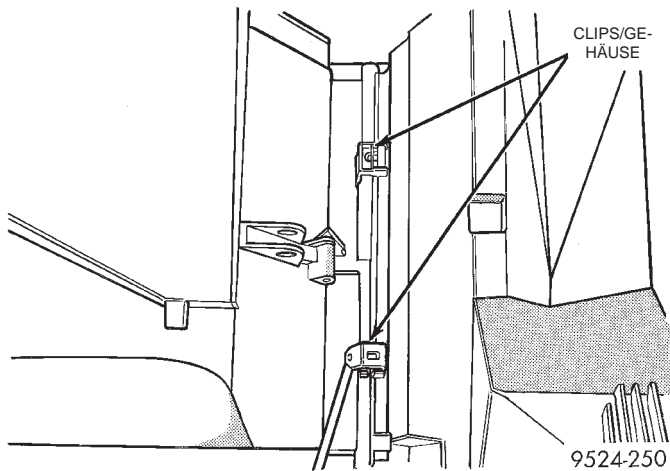

Abb. 36 Clips des Gehäuses
(3) Abdeckung der Umluftklappe abbauen.
(4) Verdampferfühler ausbauen.
(5) Die Clips lösen, mit denen das Verdampfergehäuse am Luftverteilergehäuse der Heizung befestigt ist (Abb. 36).